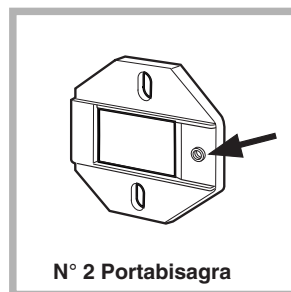

Fig. 1
- Montar los soportes cremallera en la parte frontal posicionando el orificio indicado con una flecha en la fig. 1 hacia adentro de la cara interponiendo una riostra (fig. 4/B), empleando los tornillos tipo **C**.